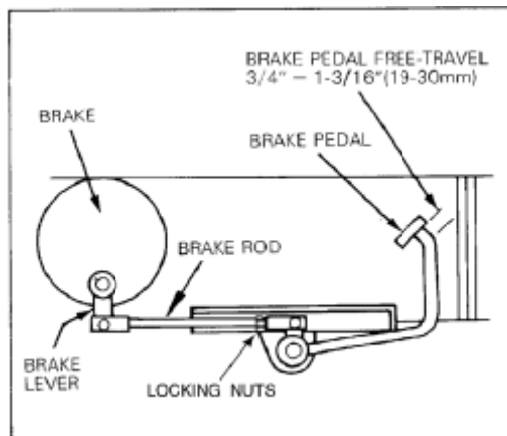

Рис. 78 (регулировка педали тормоза)
1. Отверните стопорную гайку (см. рис. 78) и вращайте тягу тормоза, пока свободный ход не будет в пределах 19-30 мм. При удлинении тяги свободный ход увеличивается, а при укорачивании – уменьшается.